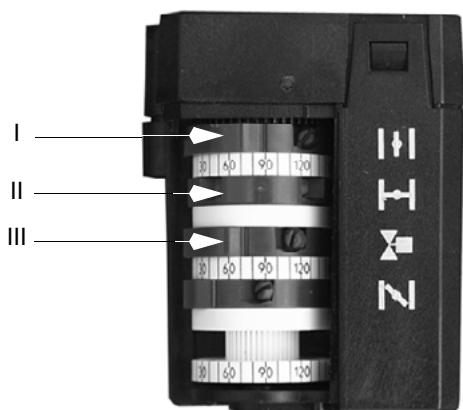

Рис. 14 - Berger STA4.5B037/4
- Воздействуя на соответствующий кулачок (Рис. 14), отрегулировать расход воздуха на малом пламени.